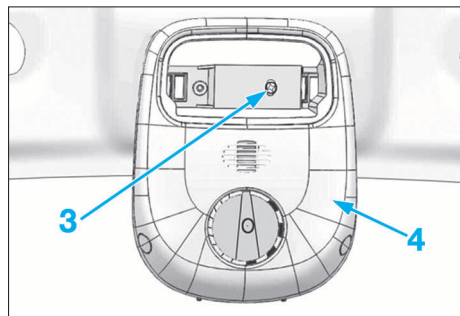

FIG. 90
- Déposer la vis de fixation (3) du support (4) (Fig.90).